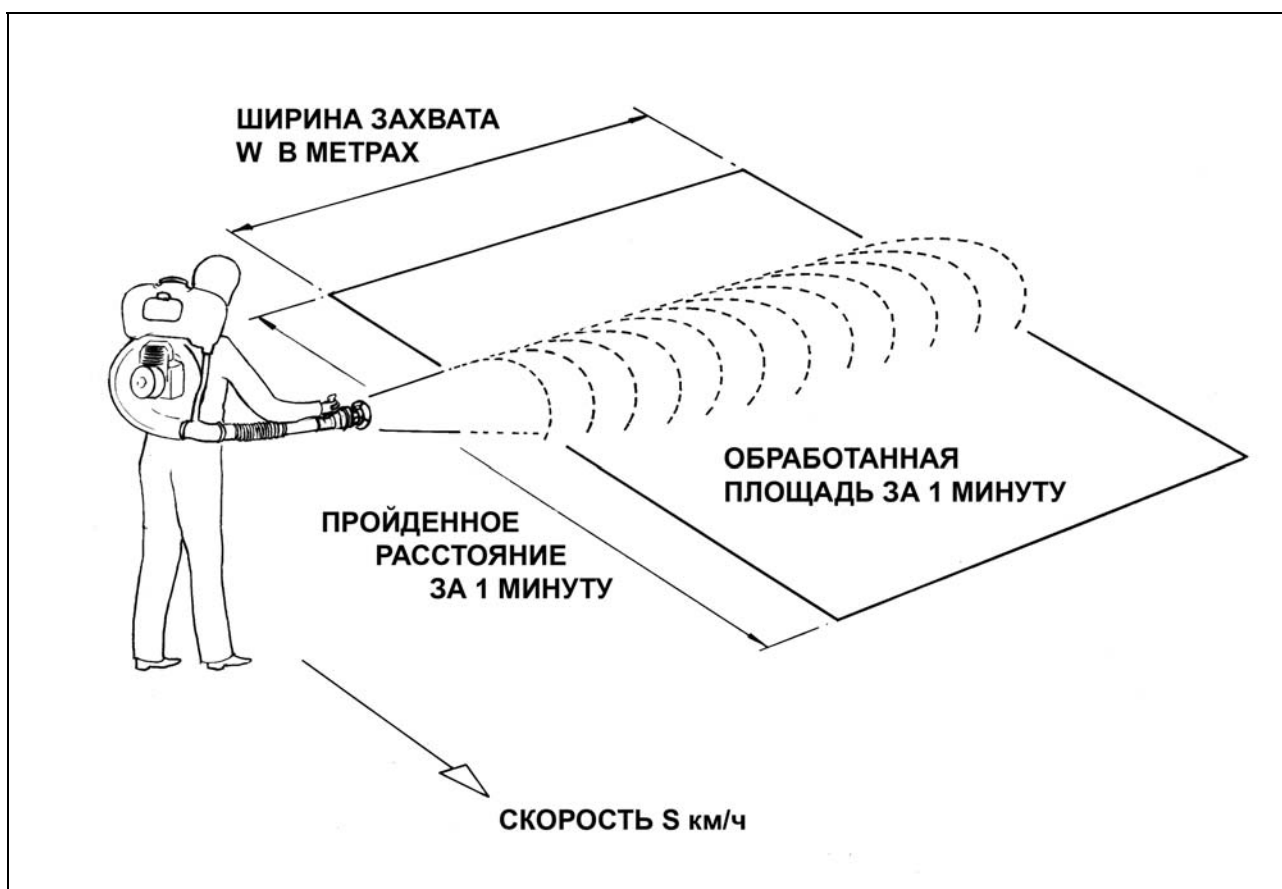

Рис. 3 – Площадь покрытия опрыскивателя
3. Рассчитать площадь участка, обработанного опрыскивателем за минуту. На Рис. 3 показано применение опрыскивателя на полевой культуре.